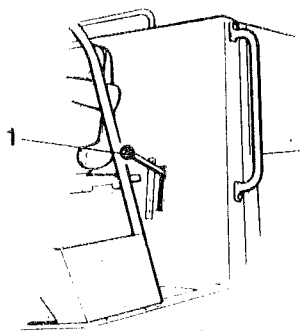

Fig 8 Förarplats
- 3 Ställ växelväljaren (1), fig 8, i önskat läge - se dekal.